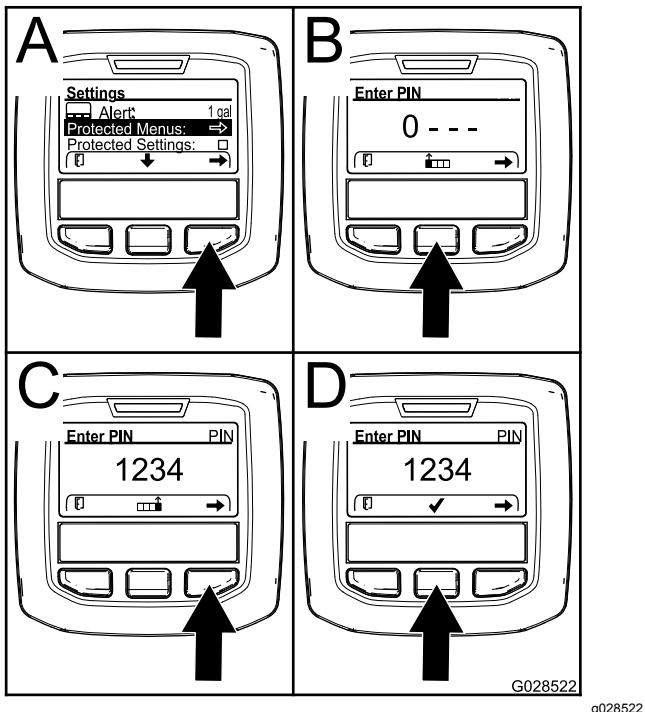

Рисунок 11
МЕНЮ) и нажмите правую кнопку (Рисунок 11А).
3. Чтобы ввести ПИН-код, нажмите среднюю кнопку и удерживайте ее в нажатом положении до появления первой цифры, затем нажмите правую кнопку, чтобы перейти на следующую цифру (Рисунок 11В и Рисунок 11С). Повторяйте этот пункт до тех пор, пока не будет введена последняя цифра, затем нажмите правую кнопку еще раз.
4. Нажмите среднюю кнопку для ввода ПИН-кода (Рисунок 11Д).